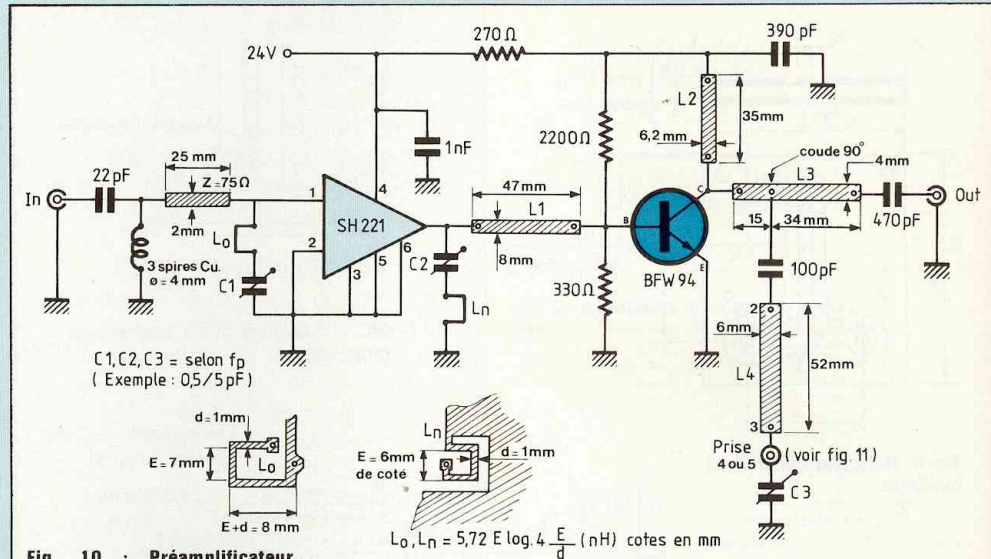

Fig. 10 : Préamplificateur d'antenne muni de filtres réjecteurs (L_0, L_n, L_4). D'après SGS-ATES.
La figure 10 nous montre que l'étage d'entrée utilise un circuit intégré SH221 SGS-ATES extra-plat dont les
Le SH221 est précédé sur son entrée 1 par un tronçon de ligne $Z = 75 \Omega$ et par un filtre passe-haut composé de la capacité de 22 pF (céramique-perle) et de la bobine de 3 spires sur $8 = 4 \text{ mm}$. Entre les cosses 1 et 2 du SH221, on place un premier réjecteur série $L_0 - C_1$ qui fonctionne dans le bas de gamme UHF (460 à 560 MHz). La spire de Bryan n'est pas entièrement bouclée et termine sur un ajustable de 0 à 3 pF (voir formule : figure 10). L'accord est assez flou donc la réjection trop faible ; on complète cette insuffisance par une deuxième spire de Bryan placée entre l'ajustable C_2 lui-même soudé sur le tout début de la ligne L_1 et la métallisation extérieure (masse générale). La ligne L_1 aboutit sur la base (B) d'un BFW94 dont l'émetteur et le blindage sont soudés directement à la masse. Le collecteur (C) est chargé par la ligne L_2 qui reçoit aussi en bout l'alimentation en 24 V du transistor (270 Ω /390 pF).
La ligne L_3 sépare le collecteur du condensateur de sortie (470 pF). En chemin, on trouve une ligne $\lambda/4$ réjectrice. L_4 s'accorde avec C_3 sur les fréquences moyennes et élevées de la bande UHF. Entre la dérivation 1 et l'entrée 2 de la ligne, on place une liaison capacitive de 100 pF. La qualité de ce condensateur aux UHF s'avère primordiale ; il ne doit pas être selfique ni trop long en dimensions. C_3 se placera soit entre les orifices 3 et 4 soit entre les trous 3 et 5 ; cette dernière solution favorise l'accord de la réjection vers des fréquences plus élevées ; On trouvera sur la figure 10, la formule de l'inductance de la spire de Bryan ; c'est une relation approchée qui ira si l'on évite au-dessous la métallisation ; si l'on omet ce grattage, il faut réduire encore l'accord de C_1 et de C_3 (à essayer...) Autre précaution : on évitera également la couche inférieure autour des connexions des soudures. On pourra souder les masses des deux côtés mais en évitant de faire des boucles avec les lames de masse supérieures. En fait, on ne conseille les traversées à la masse qu'au voisinage des connecteurs d'entrée et de sortie et peut-être ? au niveau des